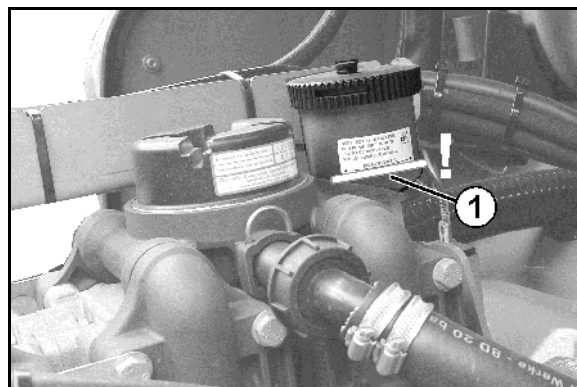

Fig. 197
2. Enlevez les vis (Fig. 197/1).
3. Enlevez le couvercle de soupape (Fig. 197/2).
4. Retirez les jeux de clapets (Fig. 197/3).
5. Enlevez le joint de soupape (Fig. 197/4) et le joint torique (Fig. 197/5).